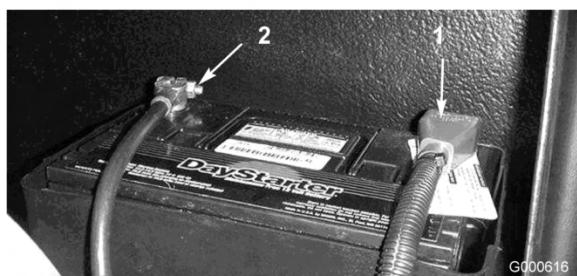

Figura 42
- Conecte el cable positivo (rojo) al borne positivo (+) y el cable negativo (negro) al borne negativo (-) de la batería (Figura 42). Fije los cables a los bornes con tornillos de caperuza y tuercas. Asegúrese de que el terminal positivo (+) está colocado a tope en el borne, y que el cable está colocado junto a la batería. El cable no debe entrar en contacto con la tapa de la batería. Deslice la cubierta de goma sobre el terminal positivo para evitar posibles cortocircuitos eléctricos.